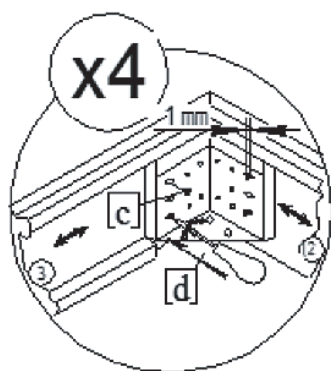
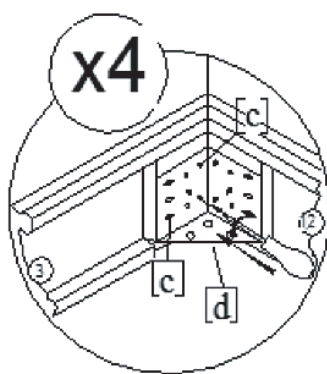

рис.1
рис.2
- 1) Соединить царги поз.1 и 3 между собой, прикрепить их друг к другу с помощью мебельного уголка поз.д и саморезов поз. е. Саморезы вкручивать отверткой (шуруповертом). Повторить данный крепеж для царг поз. 2 и 3(см. рис.1, рис.2)